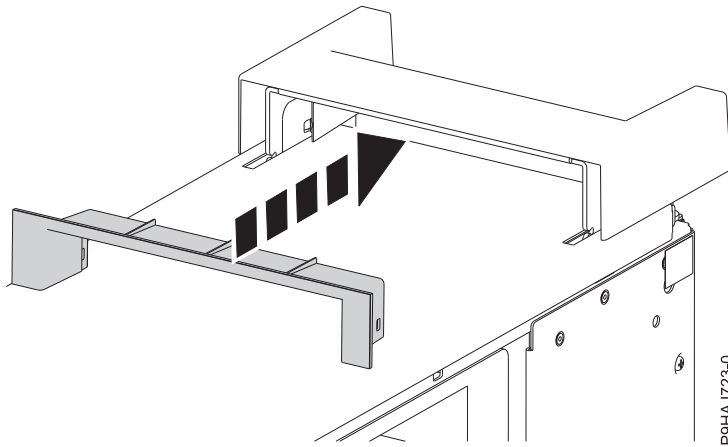

Abbildung 54. Plastikelement innerhalb der Griffabdeckung einsetzen
5. Setzen Sie das Plastikelement innerhalb der Griffabdeckung ein, indem Sie es fest in die Griffabdeckung drücken (siehe Abb. 54).